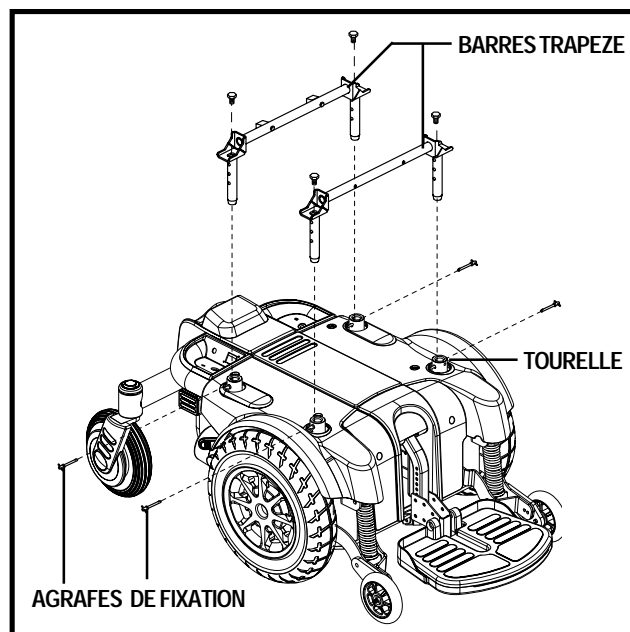

Figure 13. Réglage de la hauteur
3. Relevez le loquet de sécurité du siège. Voir la figure 13.
6. Retirez les agrafes de fixation des quatre tourelles de siège. Voir la figure 13.